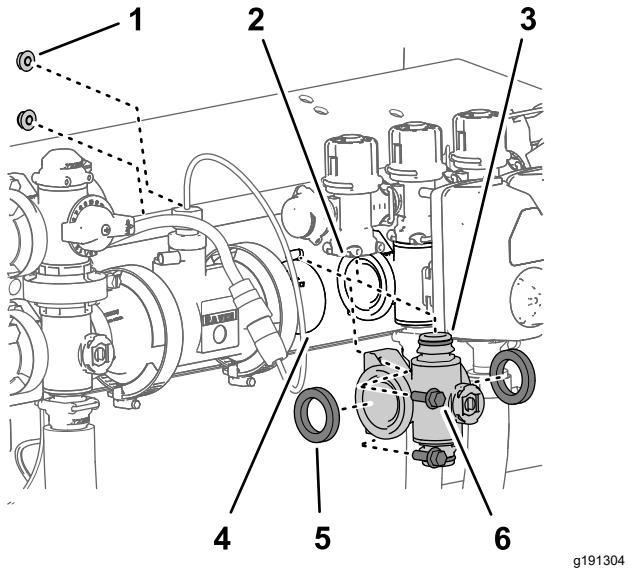
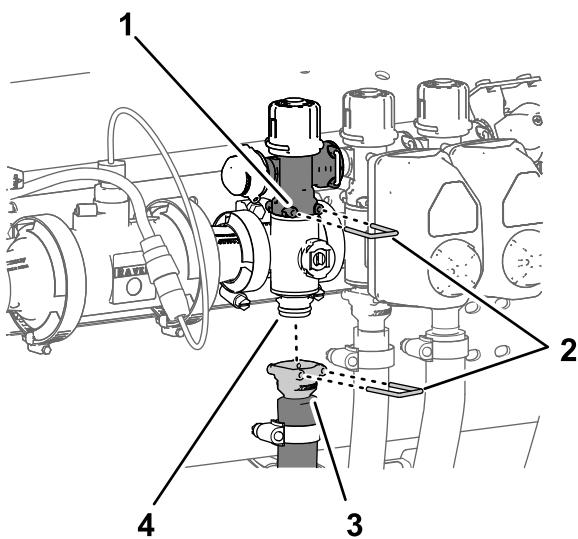

Figura 132
Figura 133
1. Alinee las 2 juntas que retiró en Retirada del distribuidor de sección \(página 95\) con las bridas del distribuidor de la válvula de sección (Figura 132).
2. Alinee la brida del distribuidor de la válvula de sección entre las bridas de las otras válvulas de sección y/o los adaptadores de acoplamiento (Figura 132).
3. Conecte el acoplamiento rápido del distribuidor de la válvula de sección al acoplamiento rápido hembra de la válvula de desvío de sección con una grapa (Figura 132 y Figura 133).
las válvulas (Figura 132) con los 2 pernos con arandela prensada ($\frac{1}{4}$ " x $\frac{3}{4}$ ") y las 2 tuercas con arandela prensada ($\frac{1}{4}$ ") que retiró en Retirada del distribuidor de sección \(página 95\).
- Monte el acoplamiento rápido de la manguera de sección en el acoplamiento rápido del distribuidor de la válvula de sección con la grapa (Figura 133).